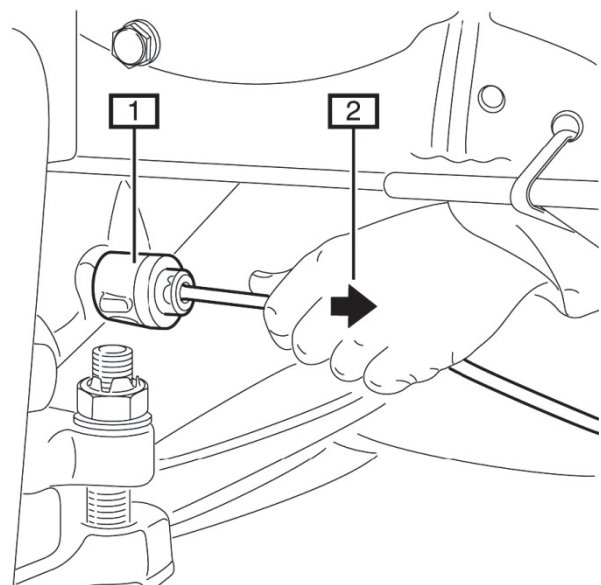

Fig. 6:
- **Fig. 6** Das PA Luftrohr in das Proportionalventil (1) des SACHS PDC Stoßdämpfers fest einstecken.
- **Fig. 6** Stick the PA air pipe firmly into the proportional valve (1) of the SACHS PDC shock absorber.
- **Fig. 6** Insérer solidement le tuyau d'aérage en PA sur la soupape proportionnelle (1) de l'amortisseur SACHS PDC.
- **Fig. 6** Insertar fijamente el tubo de aire PA en la válvula proporcional (1) del amortiguador PDC de SACHS.